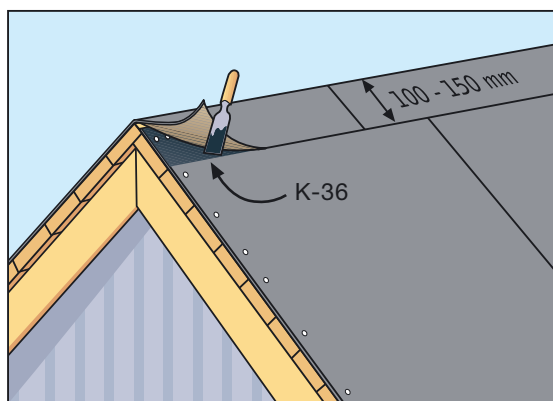

Рис. 5
- На коньке подкладочные коври, уложенные вдоль первого ската, обрезаются по коньку, и затем верхний край гвоздями фиксируется к настилу крыши. Подкладочный ковер противоположного ската перекрывает конек на 150 мм и соединяется с подкладочным ковром первого ската с помощью Битумного клея К-36 (Рис. 5).